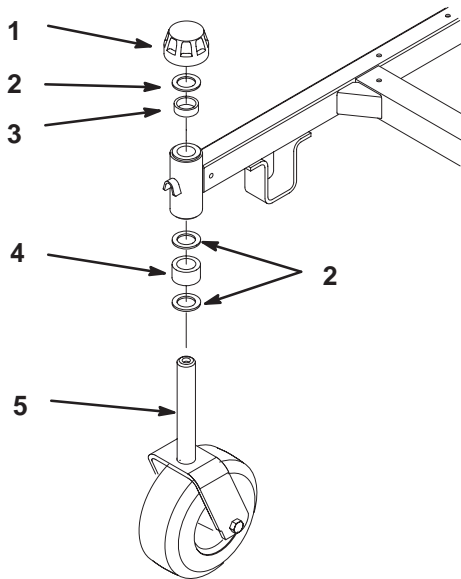

Bild 70
2. Entfernen Sie den Deckel, die Druckscheibe und das 13 mm-Distanzstück oben aus der Laufradgabel (Bild 70).
6. Prüfen Sie die Gabeln auf Abnutzung und tauschen Sie sie bei Bedarf aus (Bild 70).
7. Schieben Sie die Laufradgabel durch die Büchsen in der Laufradnabe. Ersetzen Sie das 13 mm Distanzstück und die Druckscheibe an der Gabel und sichern diese mit dem Deckel ab (Bild 70).